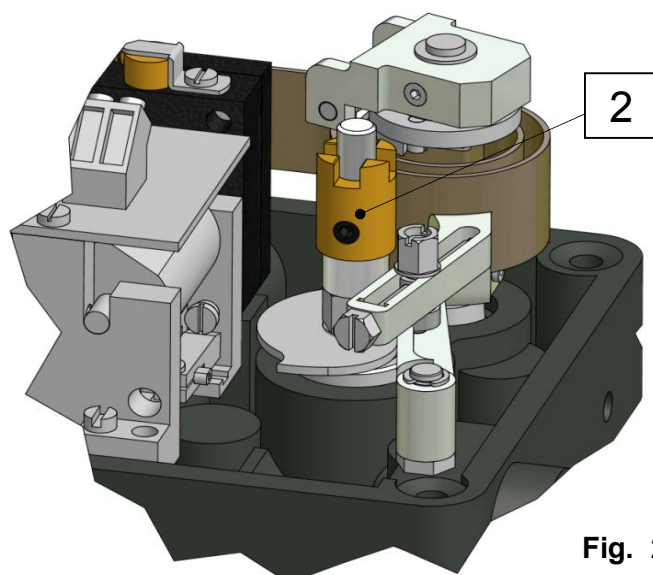

Fig. 2.2
- Portare il giunto "2" nella posizione in Fig.2.2 e serrare il grano "1"
- Move the the coupling "2" in the position as per Fig.2.2 e tighten the dowel "1"